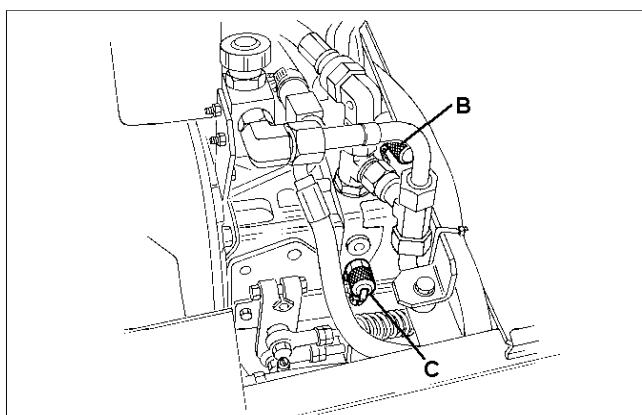

Fig.52
PRÜFANSCHLÜSSE (Bild 52 und 53)
1. Fahrantriebsdruck vorwärts 210 bar (C Bild 52).
3. Speisedruck 14 bar (B Bild 52):